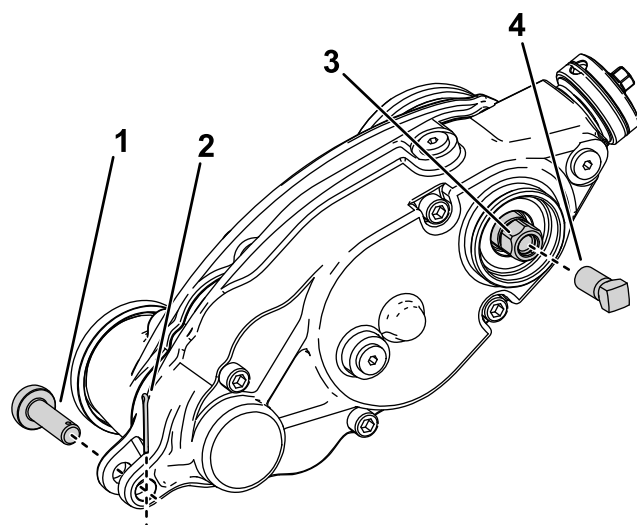

Figura 29
3. Rimuovete il perno di regolazione e la coppiglia che collegano la scatola di trasmissione del groomer ai bracci di regolazione (Figura 29).
5. Installate la vite di rinforzo (n. cat. 1-803022 – venduta separatamente) ai filetti interni della testa esagonale della trasmissione del groomer e serratela a un valore di 13,5 Nm come mostrato nella figura Figura 29.
6. Rimuovete la scatola di trasmissione del groomer dal cilindro di taglio ruotando la testa esagonale della trasmissione del groomer (Figura 29).